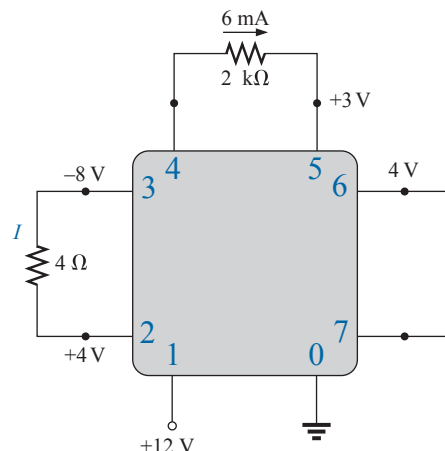

Figura 5.124 Problema 41.
- *41. Para o circuito integrado na Figura 5.124, determine V_0 , V_4 , V_7 , V_{10} , V_{23} , V_{30} , V_{67} , V_{56} e I (valor absoluto e sentido).